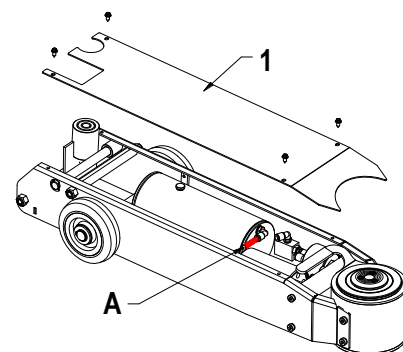
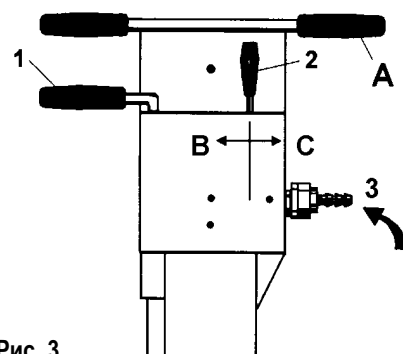

Рис. 1
Рис. 3
- 3.1 Перед использованием домкрата, выполните следующие операции: Отодвиньте верхнюю крышку (1), отодвиньте металлический шкив (А), подсоедините синюю пластиковую трубку (Рис. 1). Поставьте ручку в поз. 4 и зафиксируйте винт (26) при помощи гайки (27) (входят в комплект поставки), как указано на рис. 3. Установите крышку на место.